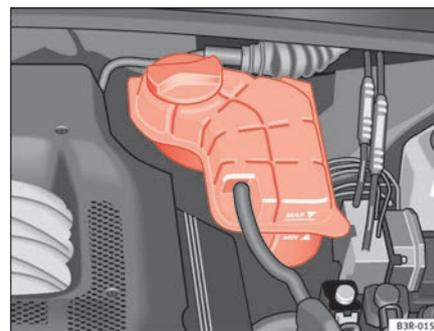

Fig. 175 Compartiment-moteur : vase d'expansion du liquide de refroidissement
- Contrôlez le niveau de liquide de refroidissement dans le vase d'expansion ⇒ fig. 175. Il doit se situer entre les repères « min » et « max » lorsque le moteur est froid. Lorsque le moteur est chaud, il peut se situer légèrement au-dessus du niveau « max ».
- Couvrez le bouchon du vase d'expansion avec un chiffon ⇒ page 237, fig. 175 et dévissez-le en le tournant **avec précaution** vers la gauche ⇒ .